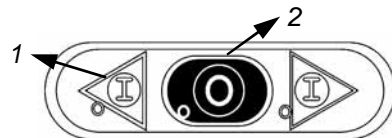

Fig. 5.3.1
5.3 - Kontrol af stopknappens virkning (fig. 5.3.1)
5.4 - Igangsættelse af maskinen (fig. 5.3.1)
"1" Fig. 5.3.1, når du har tilsluttet stikket korrekt til el-kontakten, og maskinen tændes.
5.5 - Stop af maskinen (fig. 5.3.1)
For at stoppe maskinen skal du blot trykke på stopknappen, "2" Fig. 5.3.1, og maskinen stopper